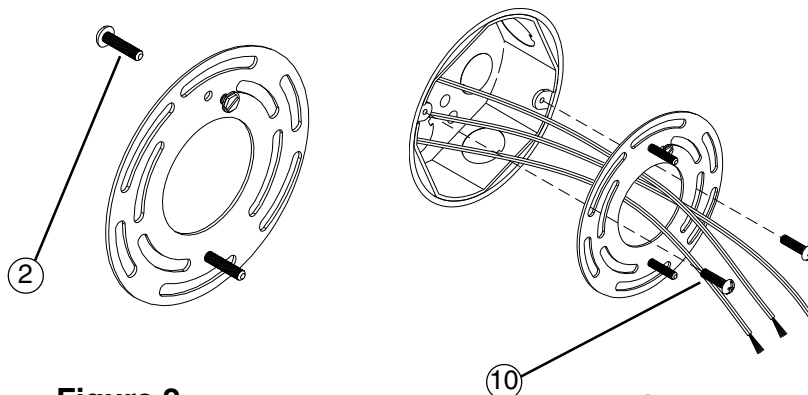

Figure 2
2. **Preparer la plaque de montage (1)** pour l'installation en vissant les vis de 1-1/2 po (2) dans la plaque montage tel qu'illustre a la **fig. 2.**
2. **Prepare Mounting Plate (1)** for mounting by installing 1-1/2" Screws (2) into Mounting Plate (1) as shown in **Fig. 2**
1. Saque los componentes del luminario y paquete(s) de piezas. Compruebe que todas las piezas estén incluidas. **Vea Fig. 2.**
2. **Prepare la Placa de Montaje (1)** para montaje instalando Tornillos 1-1/2" (2) en la Placa de Montaje como mostrado en **Vea Fig. 2.**